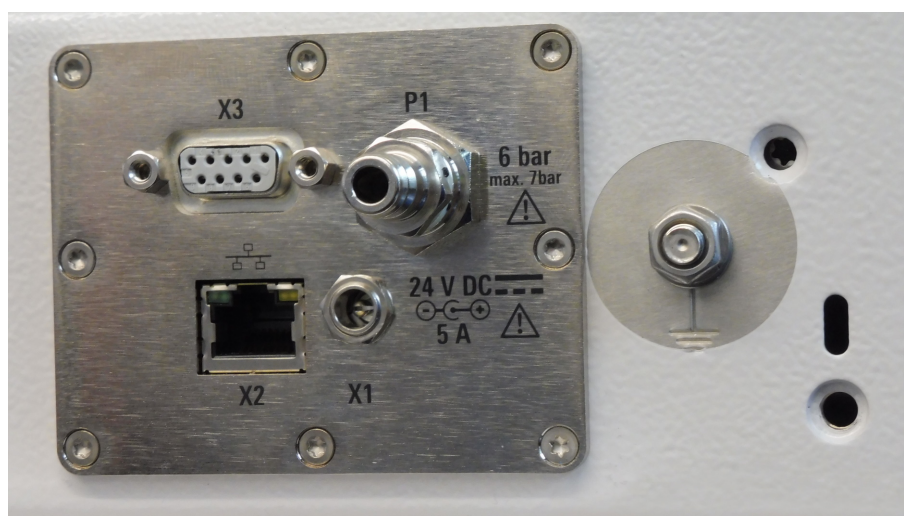

图 6-6: 电源和控制面板
速接插头 [P1]（请参阅图 6-6）与附加的推挽式适配器一起提供，可用于直径为 6 mm 的挠性管。
1. 如要通过 **串行端口** 远程控制屏蔽箱门，请将控制系统的 RS-232 电缆连接至 9 针 D-Sub 连接器（请参阅 图 6-6 中的 **[X3]** 连接器）。
2. 如要通过 **以太网** 远程控制屏蔽箱门，请将控制系统的 LAN 电缆连接至 RJ45 连接器（请参阅 图 6-6 中的 **[X2]** 连接器）。